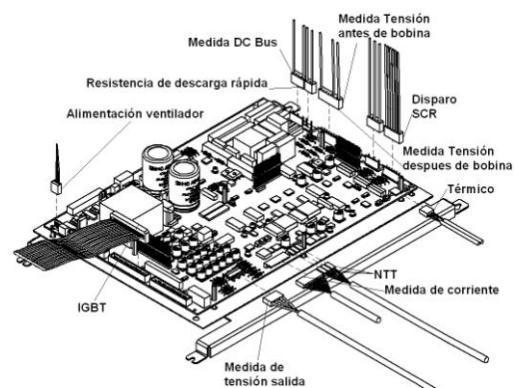

Figura 7.1.7 Retirar el cableado de la tarjeta de potencia.
Consultar la figura 7.1.7 mientras se siguen estas instrucciones:
- 7) Conectar los diferentes cables en sus respectivos conectores (ver figura 7.1.7)
Antes de proceder, es necesario retirar los embellecedores (ver apartado 7.1.1), la bandeja donde se insertan las tarjetas de control y de potencia (ver figura 7.1.7), la tarjeta gate drive (ver apartado 7.1.7), la tarjeta de conexiones (ver apartado 7.1.9).
Antes de retirar la tarjeta de conexiones de potencia debemos haber retirado los embellecedores (ver apartado 7.1.1), la bandeja donde se insertan las tarjetas de control y de potencia (ver figura 7.1.7) y la tarjeta gate drive (ver apartado 7.17).
Para poder retirar la bobina monofásica debemos haber retirado los embellecedores (ver apartado 7.1.1), la bandeja de las tarjetas (ver figura 7.1.7).
Es necesario haber retirado los embellecedores (ver apartado 7.1.1) la bandeja de las tarjetas (ver figura 7.1.7), y separar el chasis superior del chasis inferior seguir los pasos del apartado 7.1.9 y del apartado 7.1.10.